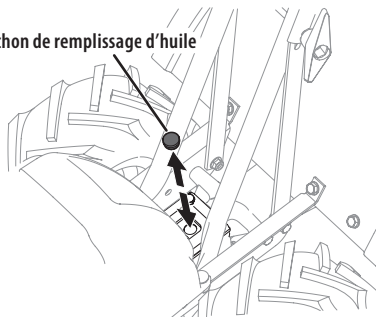

Figure 21
- Nettoyez la surface autour du filtre à huile. Voir la Figure 21.
- Retirez le bouchon de remplissage d'huile du boîtier de la transmission et regardez à l'intérieur pour repérer l'arbre d'entraînement. Voir la Figure 21.